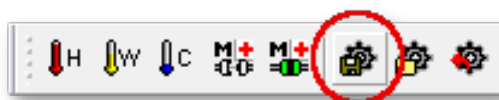

Рис. 23. Кнопка «Save current receiver configuration»
- Для сохранения новой конфигурации в энергонезависимую память модуля, нажмите кнопку  «Save current receiver configuration». В противном случае при выключении питания все изменения параметров будут потеряны. Кнопка расположена на панели инструментов в верхней части окна основной программы (см. рис. 23).